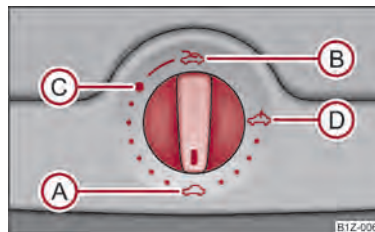

Fig. 22 Escotadura del revestimiento interior del techo: Conmutador giratorio para el techo corredizo/eleval eléctrico
El techo corredizo/elevable se maneja con el conmutador giratorio ⇒ fig. 22 y sólo funciona estando conectado el encendido. El conmutador giratorio tiene varias posiciones.
- Gire el conmutador a la posición **C** ⇒ fig. 22.
- Gire el conmutador a la posición **A** ⇒ fig. 22.
El techo corredizo/elevable está equipado con un limitador de fuerza. Si un obstáculo (p. ej., hielo) impide el cierre, el techo corredizo/elevable se parará y se abrirá completamente. Puede cerrar por completo el techo corredizo/elevable sin limitación de fuerza, pulsando el interruptor en la posición **A** ⇒ fig. 22 delantera hasta que el techo corredizo/elevable esté completamente cerrado ⇒ .
Tras cada accionamiento de emergencia (con la llave Allen) se debe colocar el techo corredizo/deflector en la posición básica. Por ello, se deberá colocar el conmutador giratorio en la posición ① ⇒ fig. 22 y presionar hacia delante durante unos 10 segundos. ■